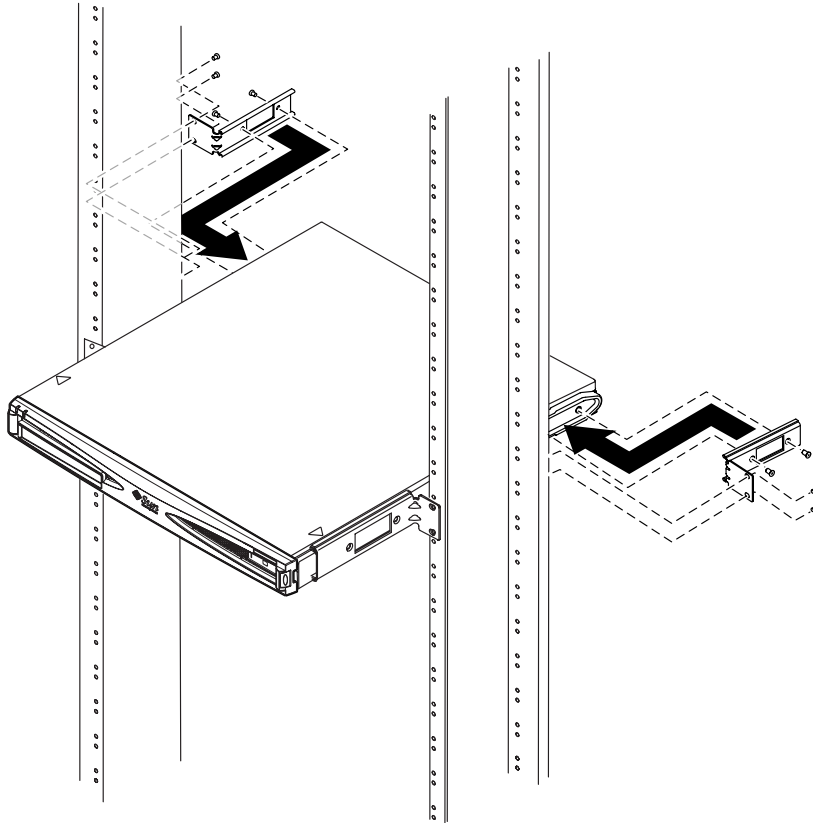

ABBILDUNG 5-12 Server nach dem Einbau in ein Rack mit zwei Stützen
5. Befestigen Sie die beiden hinten fixierten Halterungen in den beiden hinteren Bohrungen mit Innengewinde auf beiden Seiten des Servers mit den mitgelieferten Kreuzschlitz-Senkschrauben (siehe ABBILDUNG 5-12).